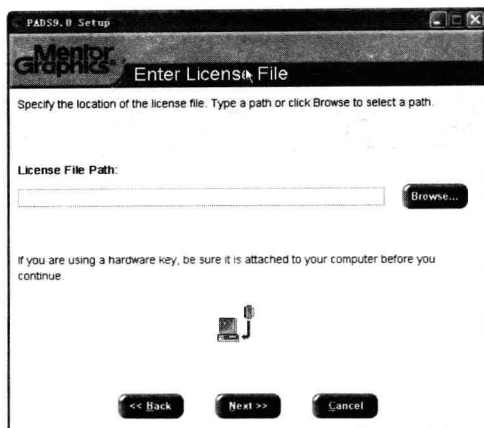

图 1-10 输入许可路径
(4) 根据 License 的形式选择一种授权许可方案后，单击按钮 ，会弹出如图 1-10 所示的对话框。